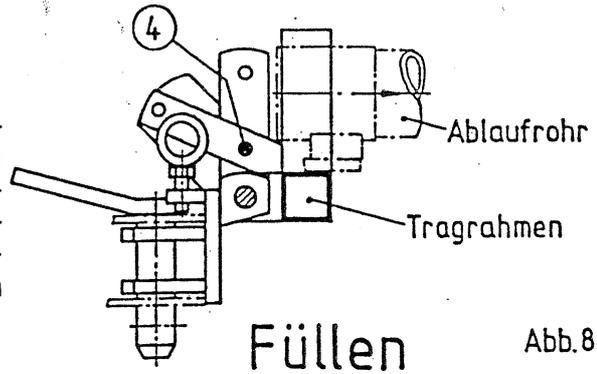

Abb. 8
Zum Befüllen des Streuers kann der Tragrahmen nach hinten hochgeklappt (Abb. 8) und abgesteckt werden ④. Die Ablaufrohre zeigen dann waagrecht nach hinten. Ist ein Rohr in der Mitte angebracht, so muß hier zuvor der Schlauch herausgezogen werden.